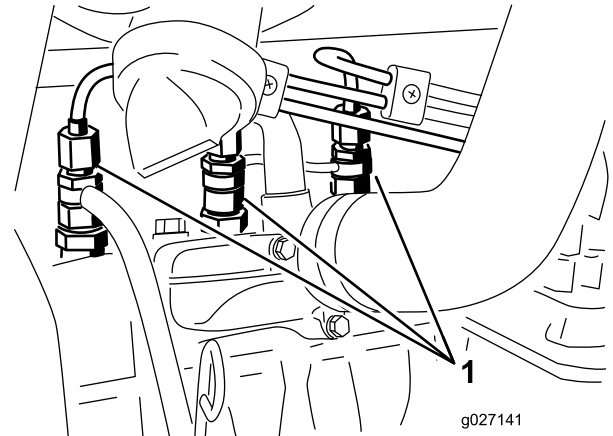

Bild 56
1. Lockern Sie den Leitungsanschluss an der ersten Düse und Halterung (Bild 56).